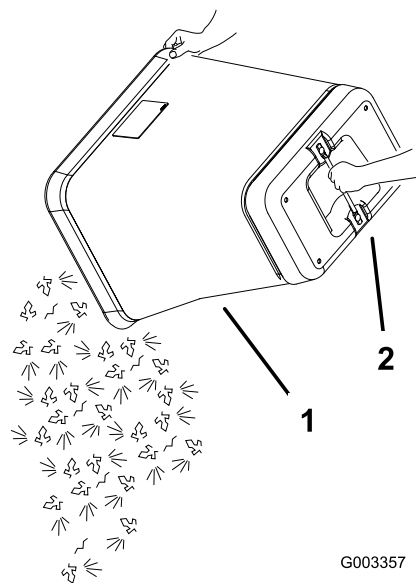

Figura 22
9. Sujete el asa situada en el fondo de la bolsa y vuelque ésta para vaciarla (Figura 22).